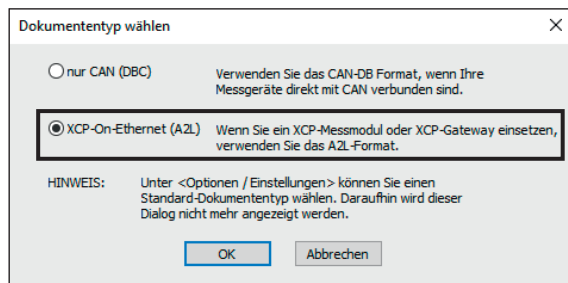

Abb. 5-11: Dialog **Dokumententyp wählen**, Option **XCP-On-Ethernet (A2L)** ausgewählt
- ⇒ Der Dialog **Dokumententyp wählen** (Abb. 5-11) öffnet sich.